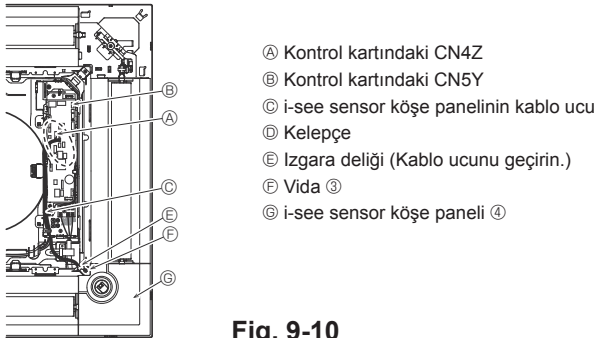

Fig. 9-10
9.4.6. i-see sensor köşe panelinin takılması (Fig. 9-10)
- i-see sensor köşe panelinin ④ kablo ucu konektörünü (beyaz, 4 kutup ve beyaz, 5 kutup) ana ünitenin üstünde bulunan elektrik kutusunun yanından geçirin ve kontrol kartında bulunan CN4Z ve CN5Y konektörüne bağlayın.